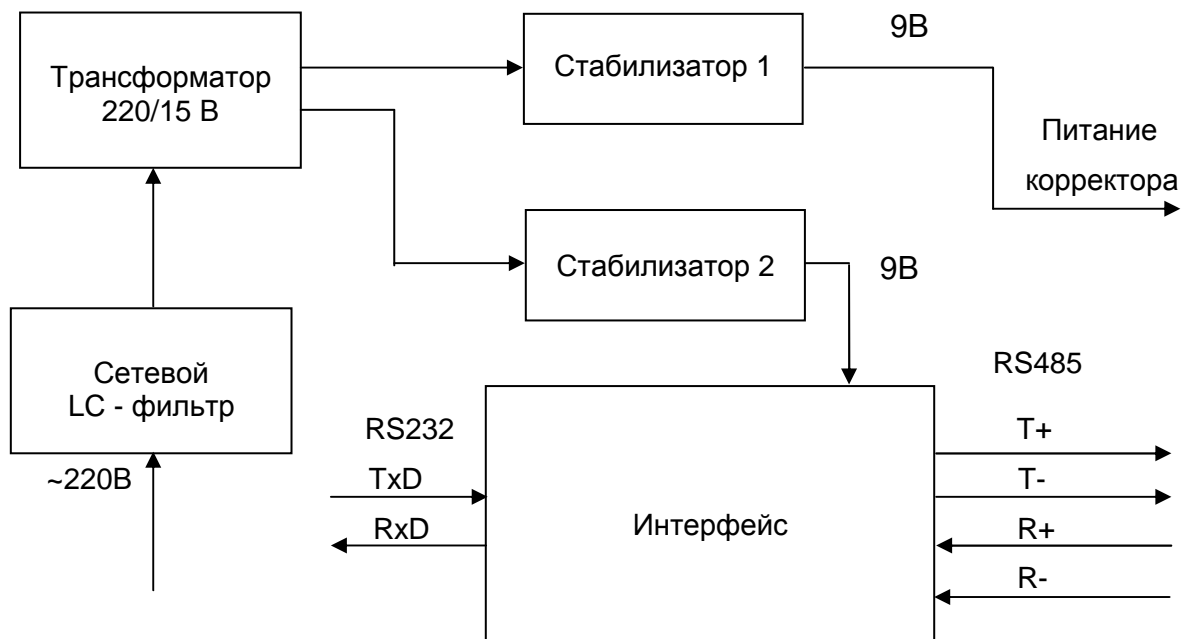

Рисунок 4 Структурная схема БПЭК–05
5.2 Подключить БПЭК-05 к корректору ЕК270 (ЕК260) согласно Рис.4